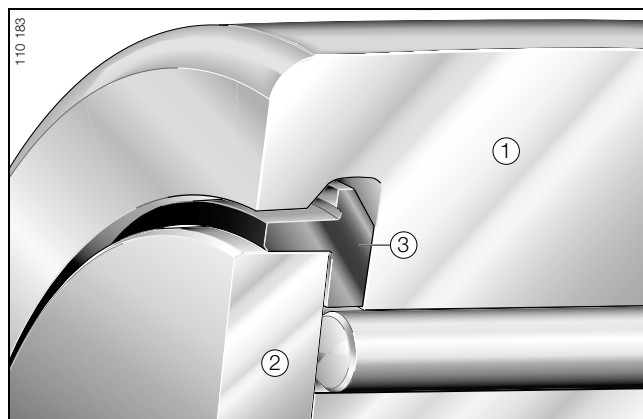

Fig. 3 · Rondelle de frottement en matière plastique avec étanchéité à lèvres
La force radiale est transmise à la construction adjacente par le biais des éléments roulants (aiguilles) et de la bague intérieure ; la force axiale est transmise par le biais du contact de glissement de la bague extérieure ① et de la rondelle de guidage ② (figure 3).
- une rondelle de frottement en matière plastique ③ présentant un coefficient de frottement favorable (figure 3).
La forme de la rondelle lui permet, outre ses propriétés glissantes, d'assurer également le rôle de joint d'étanchéité du roulement (figure 3) :